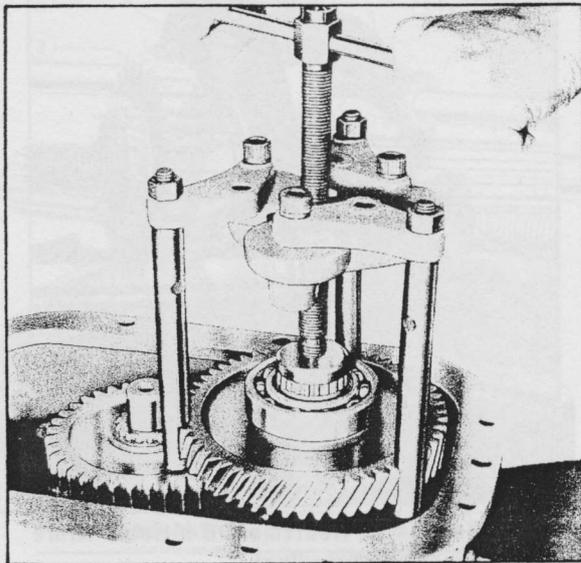

Fig. 17 = Depose du Pignon et du Roulement d'Arbre de renvoi principal
3. Séparer le pignon de l'arbre de train inférieur et le roulement avant de cet arbre à l'aide des béquilles T.555 - 1/a montés sur l'Outil principal N° 555. Pour monter cet outillage, placer tout d'abord les béquilles dans les trous extérieurs des bras oscillants, mais ne pas serrer les écrous de fixation. Placer l'adaptateur de butée T.555 - 1/b à l'extrémité de l'arbre de train inférieur, puis positionner l'outil de telle sorte que l'évidement de chacune des béquilles vienne se coincer contre les dents du grand pignon (voir Fig.17). Les bras de l'outil doivent toujours 'frotter' et il faut s'assurer que le bord inférieur des évidements des béquilles s'appuie franchement derrière les dents du pignon.